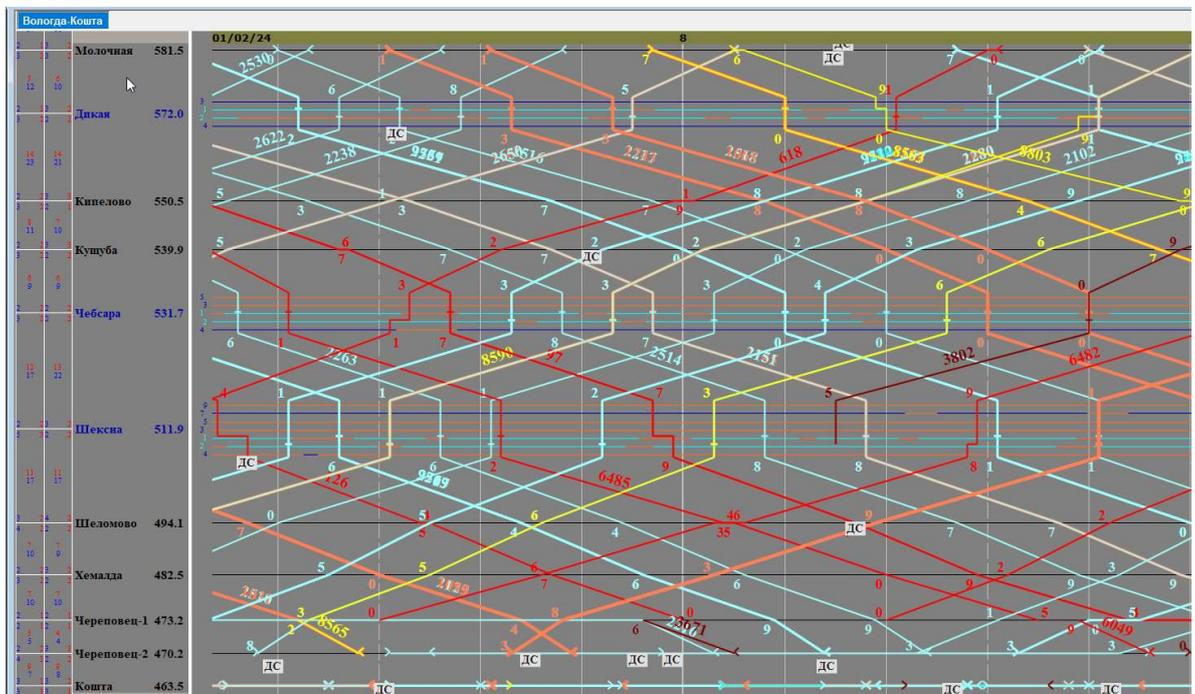

Рис.42. Режим отображения ГИД – Нормативный график
- б) только нормативный график движения поездов (см. рис. 42)